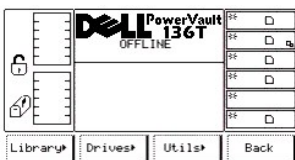

图 63. 主菜单 > 更多 > 设置菜单
- 1 随即将出现“设置菜单”。该菜单上提供了四种选择。请参见图 63。